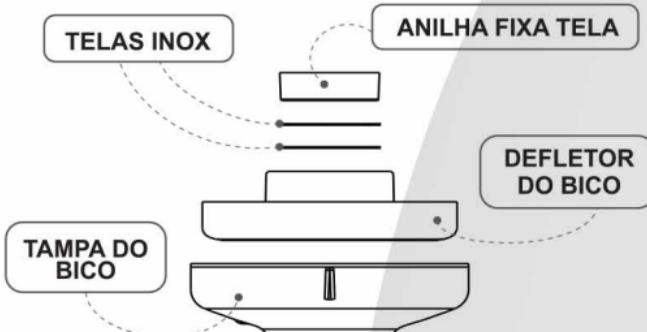

fig.6
4. Sempre que manusear o bico de saída d'água esteja com as mãos limpas para manter a qualidade da água. A limpeza do bico pode ser feita com algodão levemente umedecido com álcool em gel. Após a limpeza do bico, secar devidamente e retirar todo o excesso de álcool, descartando um copo d'água. Para acessar o interior do Bico siga a fig.6. Tenha cuidado para não desprender as duas telas de inox. A limpeza deve ser feita caso seja observada alteração no fluxo de saída d'água ou acúmulo de impurezas.